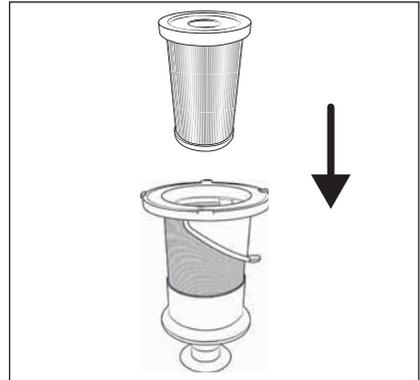

Abb. 27
- 7) Setzen Sie den EPA-Filter **5** in den Edelstahlfilter **6** ein (siehe Abb. 27).